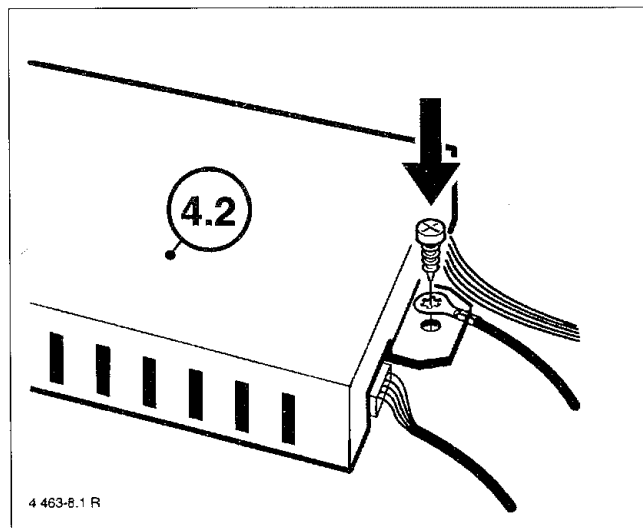

Bild 8
- Montieren Sie nun die Potentialausgleichsleitung entsprechend Bild 8 und drehen Sie die Schraube am Lüftermodul (4.2) hinein.